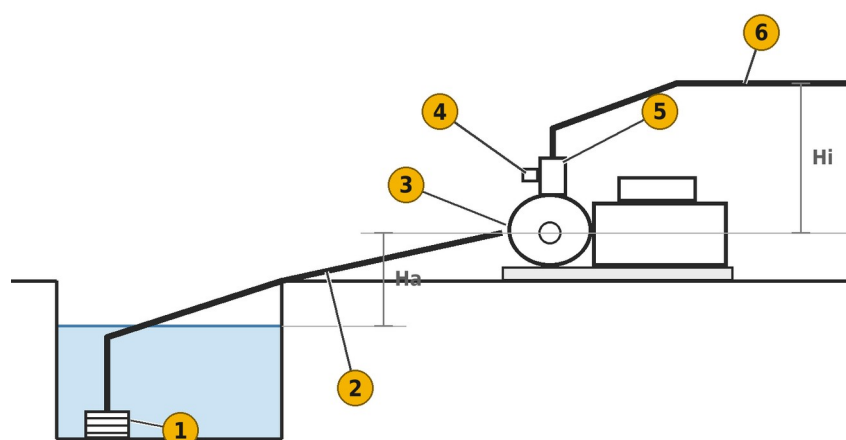

FIG. 4 — Instalación típica
La altura manométrica total (H) que debe vencer la bomba es la suma de la altura de aspiración (H_a), la altura de impulsión (H_i) y las pérdidas de carga en mangueras y racores (véase FIG. 4). Con ese valor, la curva y la tabla indican el caudal aproximado que suministra la motobomba con agua limpia y la bomba cebada, a 3.600 rpm (acelerador al máximo) y a 3.000 rpm.
- 1) Con el motor parado, retire el tapón de cebado situado en el cuello de impulsión (FIG. 4, 4).